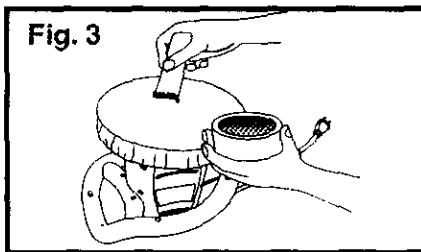

Fig. 3
1. Extienda una cucharadita llena de cera uniformemente sobre toda la superficie del bonete aplicador usando una espátula o cualquier otro objeto plano (Ver Fig. 3).